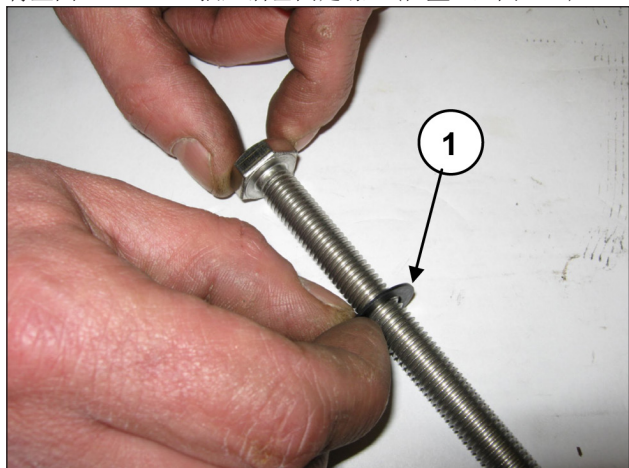

图 156
将垫圈010x18x0.9插入活塞固定螺丝(位置①, 图 156)。